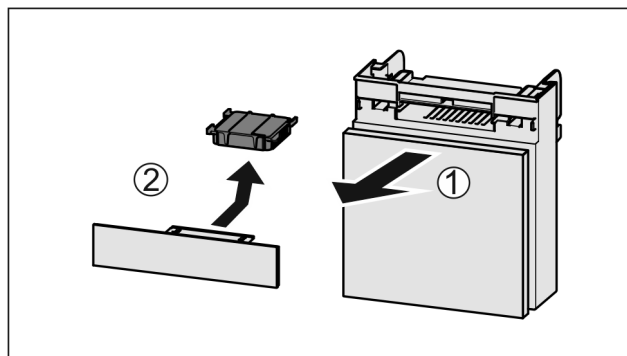

Fig. 137
- Træk rummet fremad Fig. 137 (1).
- Tag aktivkulfilteret Fig. 137 (2) ud.